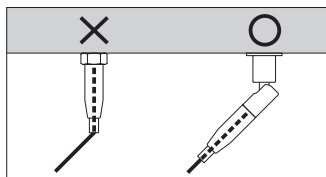

図11
- ・ ワイヤーを張る方向と金具の方向が一直線になるようにして使用してください。斜めに張るときは、自在タイプの金具（TWF-32+T等）をご使用ください（図11）。